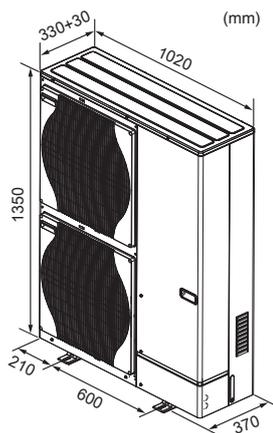

Fig. 2-2
2.2. Spoljašnje dimenzije (Spoljna jedinica) (Fig. 2-2)